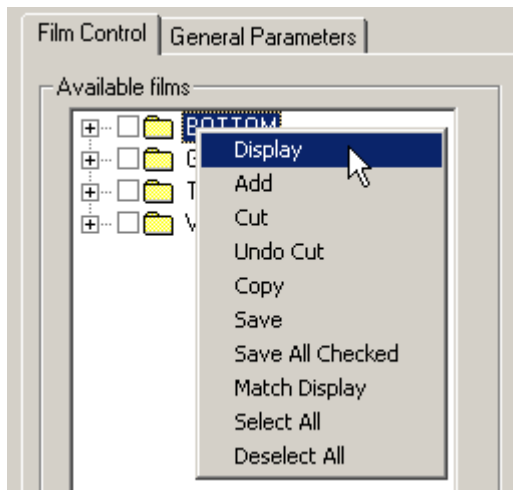

图 7
2.3 点击“Available films”中“Bottom”，然后点击右键，选择“Display”（图7），可以显示此张底片的图形内容。必要的话，可以增加或减少图层以符合正确的底片所需数据。然后选择Match Display，将现在画面所开启的图层自动更新到这张底片上。